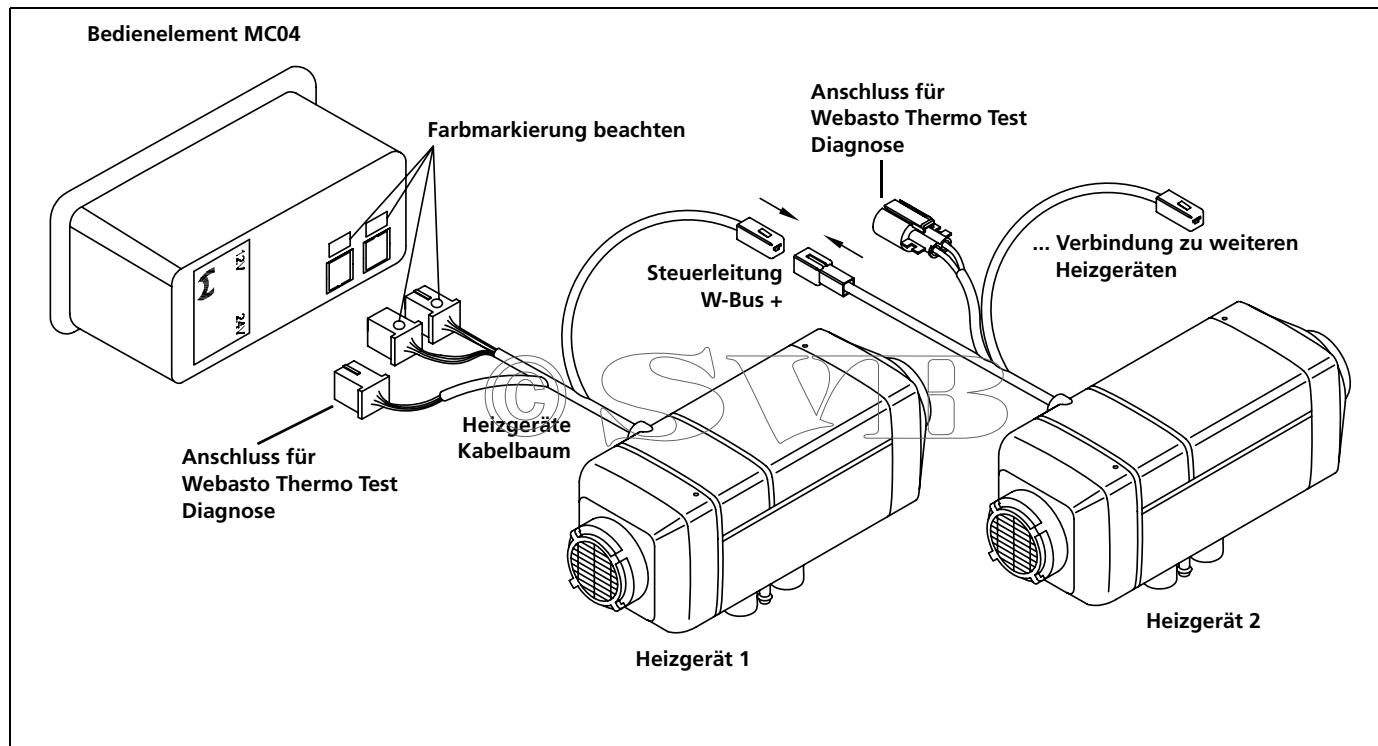

Bild 2: Anschlussschema Air Top Evo 3900 / 5500 AM (Anschluss Kombiuhr 1531 und Sollwertgeber möglich)
2. Herstellung der elektrischen Anschlüsse nach Systemschaltplan (Bild 2 bis Bild 6)